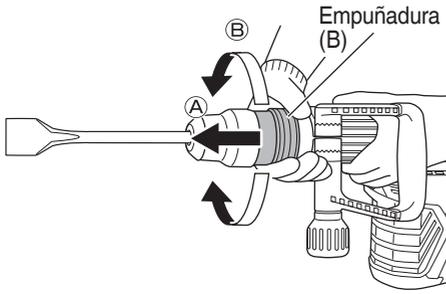

Fig. 3
- (1) Como se muestra en la Fig. 3, si la empuñadura (B) se gira en el sentido de (B) cuando la empuñadura (B) esté girada 60 grados en el sentido de (A), el ángulo de la cuchilla podrá cambiarse libremente hasta la posición deseada.